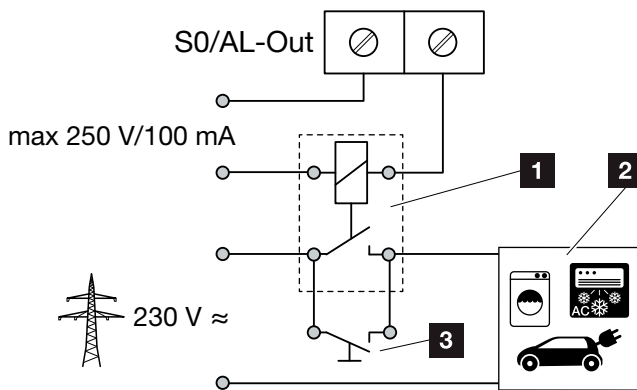

Fig. 54: Collegamento elettrico per l'autoconsumo
1. Collegare il relè di carico esterno alla morsettiera SO/AL-Out.  **Fig. 54**